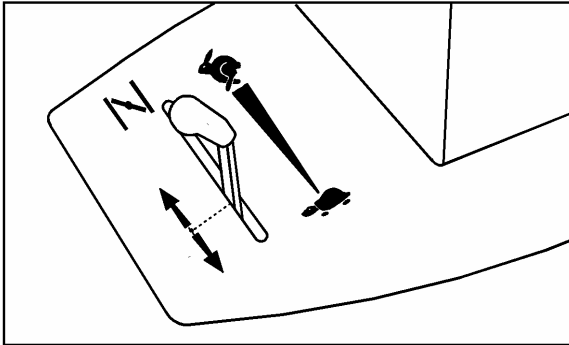

Fig. 17
4. Plaats de gashendel op het symbool schildpad. Zet de choke op. (Fig. 17).
5. Zet de knop van maaidek op OFF.(Fig. 17).
7. Wanneer de motor is gestart, duw dan de choke terug naar beneden en zet de gashendel in de gewenste positie. (Fig. 17)
Door het rempedaal volledig in te drukken, wordt de rem geactiveerd. Plaats vervolgens de gashendel op de positie « schildpad » (fig. 17).